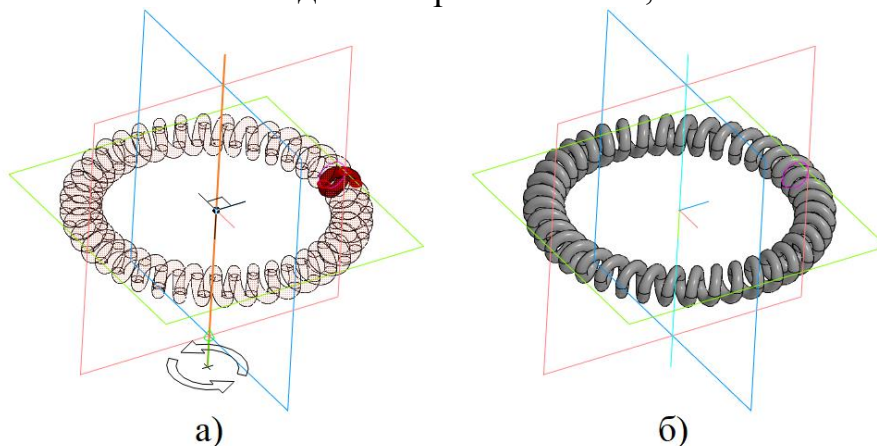

Рисунок 30 – Создание объекта с помощью массива по концентрической сетке
8. В дереве построения модели выделите два построенных ранее элемента по сечениям и вызовите команду «Массив по концентрической сетке» («Моделирование» ⇒ «Массив» ⇒ «Массив по концентрической сетке»). На панели управления команды укажите ось массива – построенную ранее конструктивную ось. Задайте количество экземпляров по направлению (витков пружины) – 40 и угол 360° (рисунок 30а). Нажмите кнопку создания объекта. Кольцевая пружина построена (рисунок 30б). Задайте точность отображения, цвет и оптические свойства модели. Скройте эскизы, плоскости и оси.